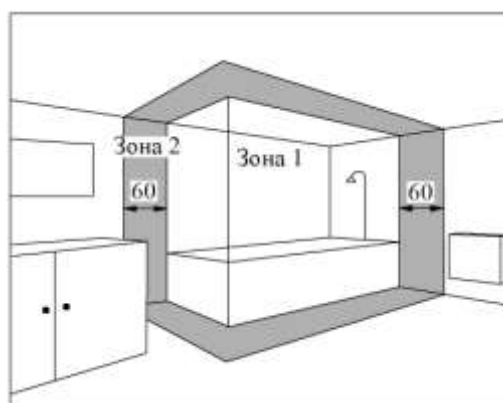

Рис. 6
5.5 Конвектори допускається встановлювати в приміщеннях з підвищеною вологістю – ванних кімнатах, душових, басейнах (рис. 6). При цьому установка конвектора забороняється: